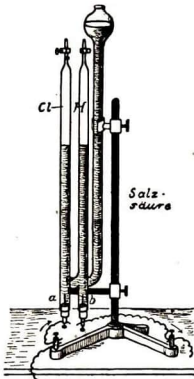

Abb. 426
**1. Die Elektrolyse der Salzsäure** (Abb. 426) ergibt neben **Wasserstoff** ein Gas von gelbgrüner Farbe, genannt **Chlor**.
Man füllt hierzu den **Hofmannschen Apparat** (Abb. 426), dessen Elektroden für diesen Zweck aus **Kohlenstäben** bestehen, mit Salzsäure. Schickt man längere Zeit bei offenen Hähnen den elektrischen Strom hindurch, so treten an beiden Elektroden Gasblasen auf; **im Schenkel der Anode färbt sich die Flüssigkeit grünlichgelb**. Schließen wir dann die Hähne, so bilden sich in beiden Schenkeln nunmehr gleiche Gasvolumina. Das Gas im Schenkel der Kathode erweist sich durch seine Brennbarkeit (halte auch ein Becherglas darüber, Abb. 423) als **Wasserstoff (H)**. Das im Schenkel der Anode auftretende Gas, das die **Lungen sehr stark angreift**, heißt nach seiner **grünlichgelben** Farbe **Chlor (Cl)**. Ergebnis:
Mischt man **Wasserstoff** und **Sauerstoff** in anderem Volumverhältnis als **2:1**, so bleibt nach der Entzündung der Überschuß des einen Gases unverbunden. Ebenso verbindet sich **1** Volumteil **Chlor** mit nur **1** Volumteil **Wasserstoff** (Abb. 426) zu Chlorwasserstoff. Ergebnis: